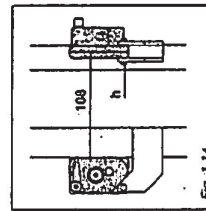

Fig. 1.14
- Montar los anticallidos BLOCSTOP BSO-1020 (108) por medio de los tornillos (h) (Fig. 1.14).